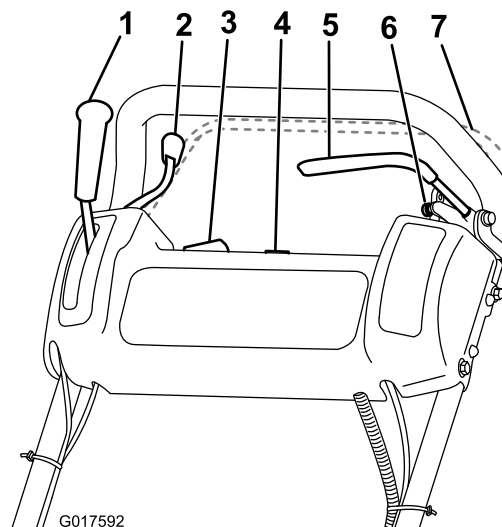

Рисунок 10
Регулятор дроссельной заслонки (Рисунок 10) находится на правой задней стороне пульта управления. Рычаг подсоединен к рычажной системе дроссельной заслонки карбюратора и управляет ей. Сведения о частоте вращения двигателя см. в Технические характеристики \(страница 15\).
Рычаг включения привода тяги (Рисунок 10) находится на передней правой стороне пульта управления. Он имеет два положения: «НЕЙТРАЛЬ» (NEUTRAL) и «ПЕРЕДНИЙ ХОД» (FORWARD). При нажатии рычага вперед включается привод тяги.
Двухпозиционный переключатель (Рисунок 10) находится сверху пульта управления. Переведите этот переключатель в положение «ВКЛ.» (ON), чтобы запустить двигатель, и в положение «ВЫКЛ.» (OFF), чтобы его заглушить.
Если средство контроля присутствия оператора предусмотрено (Рисунок 10), то оно находится позади ручки. Прижмите средство контроля присутствия оператора к ручке. Если средство контроля присутствия оператора установлено на машине, его необходимо включить перед перемещением рычага привода тяги, иначе двигатель остановится.